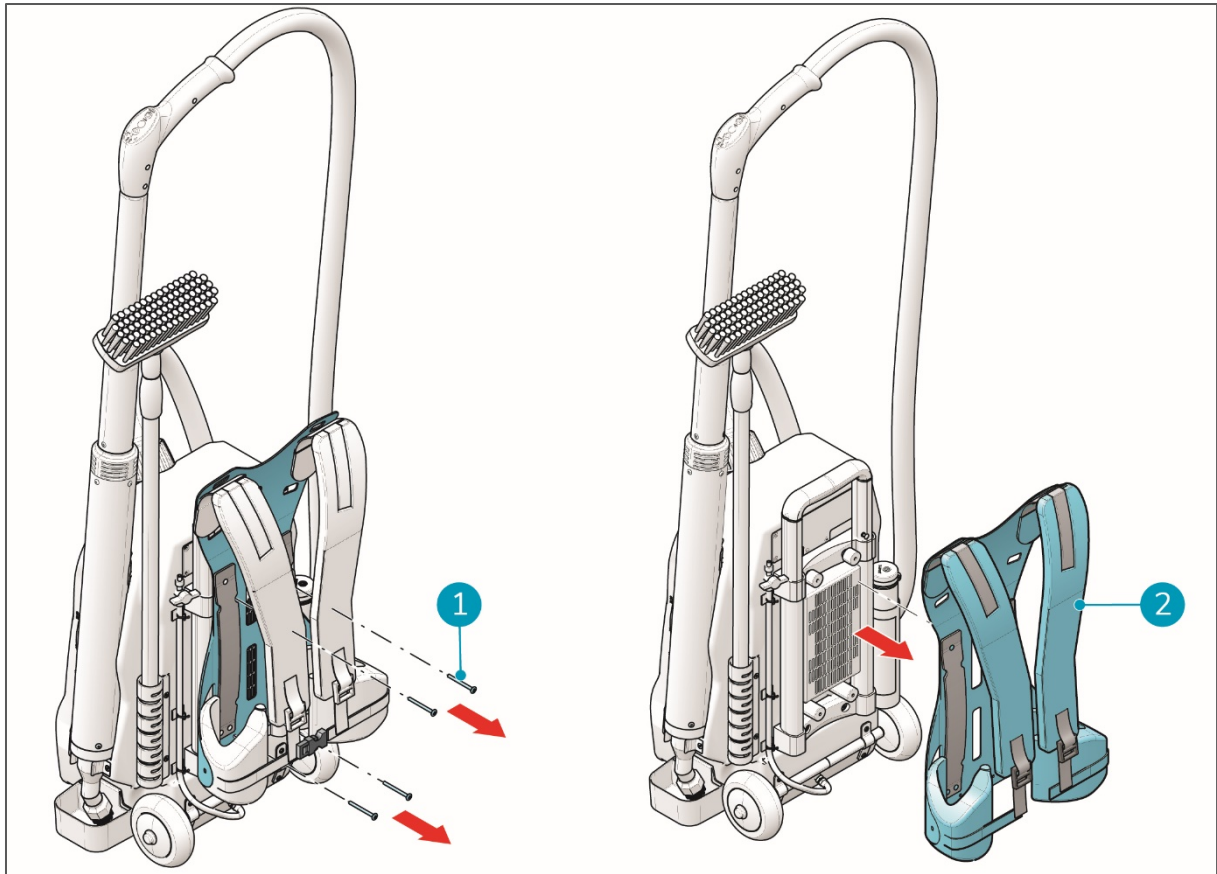

Abbildung 9
2. Bauen Sie die vier Schrauben (Abb. 9, Pos. 1) mit einem Philips-Schraubendreher aus.
3. Nehmen Sie die Rückenplatte ab (Abb. 9, Pos. 2).